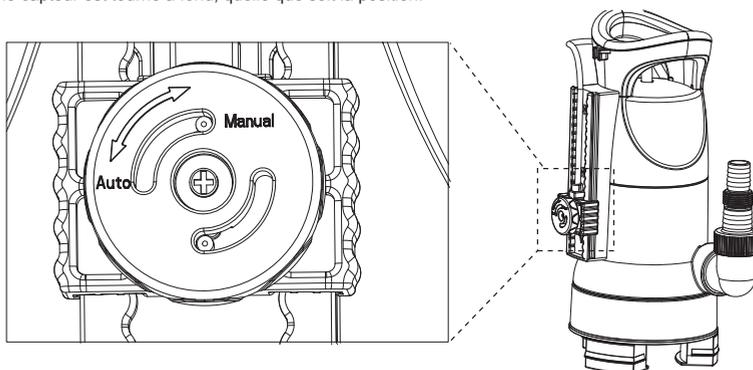

Fig. 6
- Tourner le capteur de marche/arrêt (11) pour activer le mode de fonctionnement manuel ou automatique de la pompe (Fig. 6). S'assurer que le capteur est tourné à fond, quelle que soit la position.